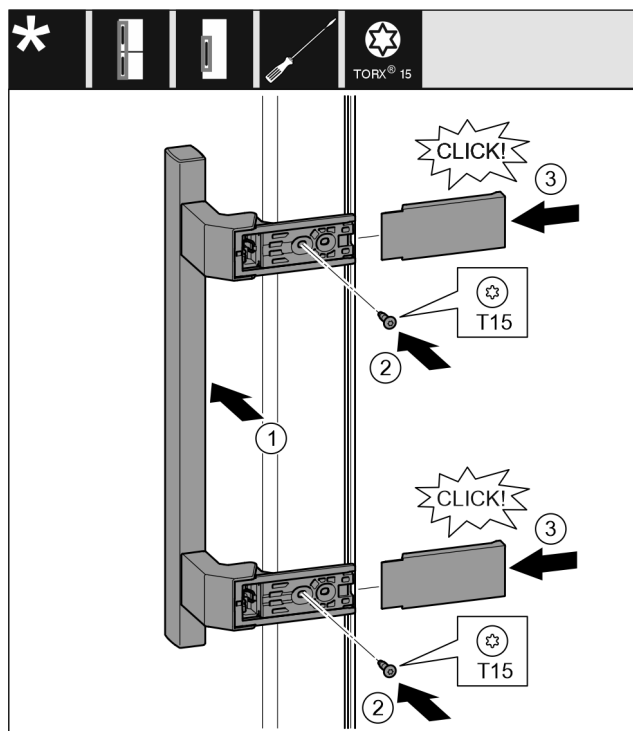

Fig. 18
- ▶ Držadlo nasadte na opačnú stranu. Fig. 18 (1)
- ▶ Skrutkovačom T15 pevne zaskrutkujte skrutky. Fig. 18 (2)
- ▶ Kryty nasadte a nasuňte z boku. Fig. 18 (3)